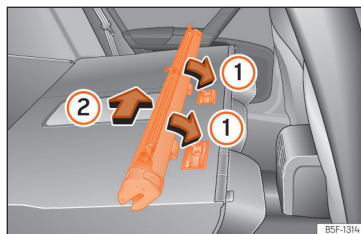

Fig. 186 Muntar la xarxa de separació en els respallers del seient posterior.
- Poseu la carcassa de la xarxa en els rebaixos dels carrils de subjecció en el sentit de les fletxes >>> **fig. 186 ①**.
- Empenyeu la carcassa cap al costat esquerre del vehicle en el sentit de la fletxa >>> **fig. 186 ②** i fins al límit.
- Estireu la carcassa de la xarxa aproximadament 5 cm en el sentit contrari de la fletxa >>> **fig. 186** ②.
- Traieu la carcassa dels carrils de subjecció tibant en el sentit contrari al de les fletxes >>> **fig. 186** ①.